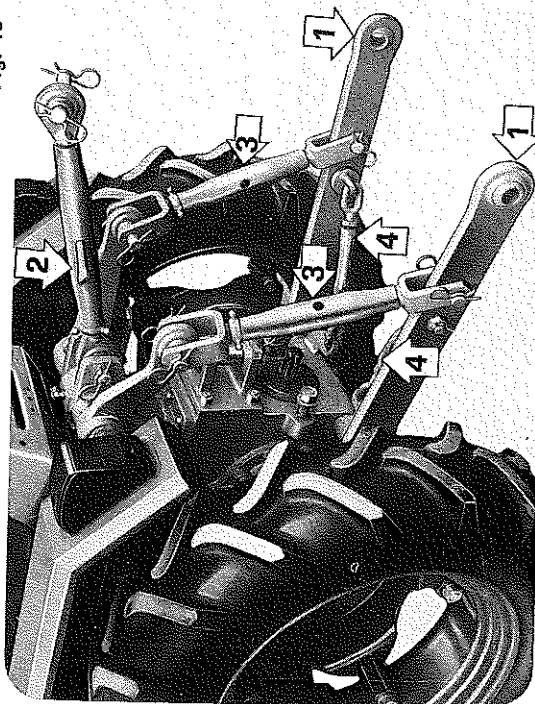
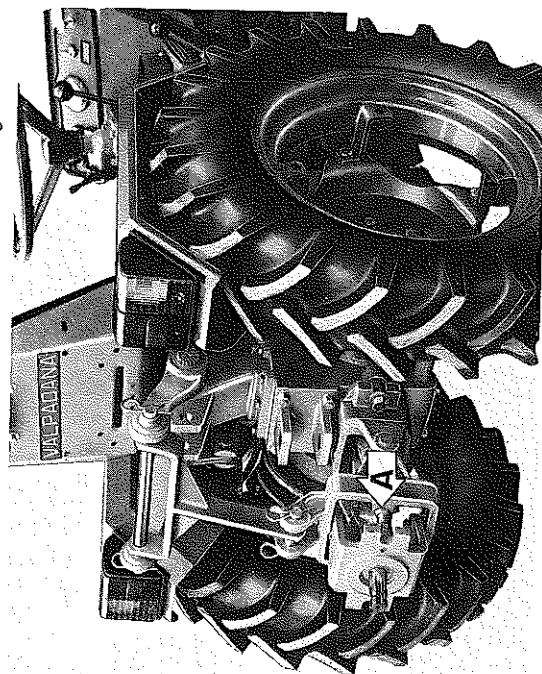

Fig. 15
Fig. 16
- Le tracteur peut être doté d'un système d'attelage «à trois points» fig. 4 et fig. 15 ou «à deux points» fig. 3 et fig. 16.
• Attelage à trois points - fig. 15
• Attelage à deux points - fig. 16
- The tractor can be equipped with 3-point (Fig. 4 and Fig. 15) or 2-point linkage (Fig. 3 and Fig. 16). Use implements specially manufactured by VALPADANA for this tractor, as they allow to get the best working performances.
• 3-point linkage - Fig. 15
• 2-point linkage - Fig. 16
• Dreipunktkupplung - Abb. 15
• Zweipunktkupplung - Abb. 16